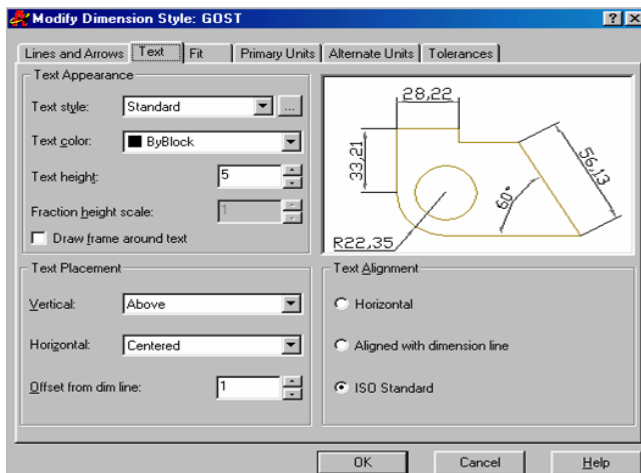

Fig. 2.17. Pagina Text a casetei Dimension Style
- Pagina “Text” (*Text*) (fig. 2.17) determină aspectul prin parametrii: